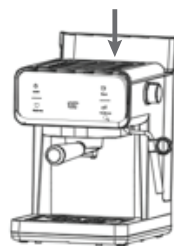

Рис.3
- Установите резервуар с водой (10) на место и закройте крышку (9) (рис. 3), слегка нажав на неё сверху, чтобы открыть клапан, расположенный на дне резервуара (10).